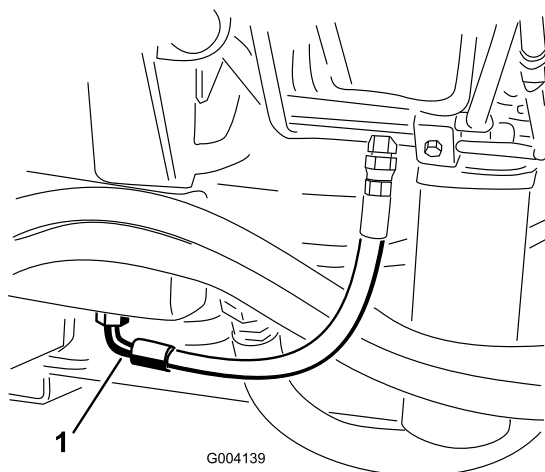

Figura 100
3. Coloque um recipiente de escoamento grande debaixo da união presa à parte de baixo do reservatório do fluido hidráulico (Figura 100).